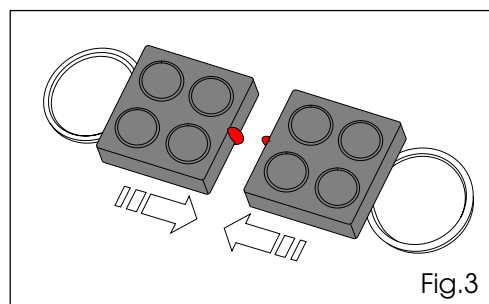

Fig.3
- Accostare frontalmente a contatto il Tx master al Tx da codificare (master o slave) come in fig. 3;